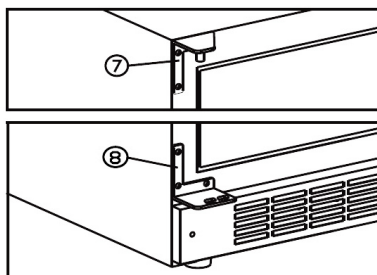

fig. 8.4
- Monter vedlagte venstre topp- og bunnhengsel (7 + 8). Se fig. 8.4
- Sett dørtappen (3) du har montert av tidligere, inn i bunnhengslet
- Monter døren opp i topphengslet (7) og inn på dørtappen (3). Skru fast dørtappen (1)